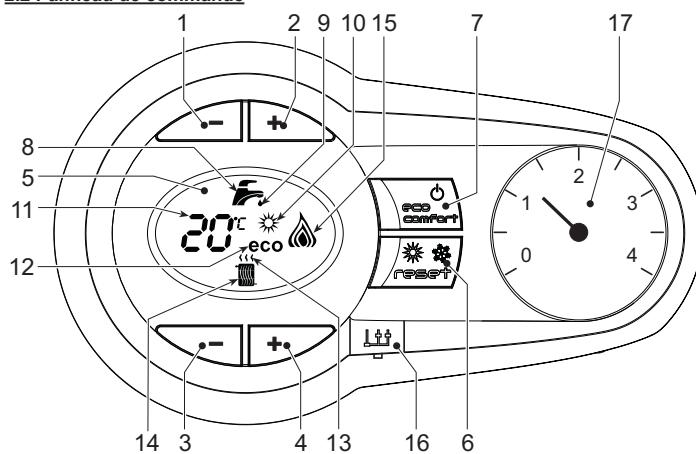

Figure 1 - Pupitre de commande
Légende du pupitre de commande de la figure 1
À l'écran (pos. 11 - fig.1), s'affichent la température actuelle de départ du chauffage et, pendant le temps d'attente, le message « **d2** ».
La demande d'eau chaude potable émise par le prélèvement d'eau chaude potable apparaît à l'écran sous forme de symbole de l'eau chaude clignotant sous le robinet. À l'écran (pos. 11 - fig.1), s'affichent la température actuelle de sortie de l'eau chaude potable et, pendant le temps d'attente, le message « **d1** ».
La demande de confort (rétablissement de la température interne de la chaudière) apparaît à l'écran sous forme de symbole de l'eau clignotant sous le robinet. À l'écran (pos. 11 - fig.1), s'affiche la température actuelle de l'eau se trouvant dans la chaudière.
En cas de dysfonctionnement (voir le chapitre 4.4), s'affichent à l'écran le code d'erreur correspondant (pos. 11 - fig. 1) et, pendant le temps d'attente de sécurité, les messages « **d3** » et « **d4** ».
Enfoncez la touche **on/off** (activation/désactivation) (pos. 7 - fig. 1) pendant 5 secondes.
Une fois la chaudière mise hors service, la platine électronique est à nouveau alimentée en courant. La production d'eau chaude et le chauffage sont désactivés. Le système antigel reste actif. Pour remettre en service la chaudière, enfoncez la touche **on/off** (activation/désactivation) (pos. 7 - fig. 1) pendant 5 secondes.
Enfoncez la touche **Sommer/Winter** (été/hiver) (pos. 6 - fig. 1) pendant 2 secondes. L'écran active le symbole correspondant à l'été (pos. 10 - fig. 1) : La chaudière délivre uniquement de l'eau chaude potable. Le système antigel reste actif. Pour désactiver le mode été, enfoncez à nouveau la touche **Sommer/Winter** (été/hiver) (pos. 6 - fig. 1) pendant 2 secondes.
Grâce aux touches de chauffage (pos. 3 et 4 - fig. 1), la température peut être paramétrée entre 20 °C et 80 °C.
Grâce aux touches de la production d'eau chaude (pos. 1 et 2 - fig. 1), la température peut être paramétrée entre 40 °C et 55 °C.
Le dispositif peut être désactivé par l'utilisateur (mode ÉCO), en enfouissant la touche **Eco/Comfort** (Éco/Confort) (pos. 7 - fig. 1). En mode ÉCO, le symbole ECO s'affiche à l'écran (pos. 12 - fig. 1). Pour activer le mode CONFORT, enfouissez à nouveau la touche **Eco/Comfort** (Éco/Confort) (pos. 7 - fig. 1).
Grâce au réglage de la température variable, la température paramétrée à l'aide des touches de chauffage (pos. 3 - fig. 1) est prise en charge comme la température maximale de départ de l'installation. Il est conseillé de paramétriser le système sur la valeur maximale de sorte qu'il puisse effectuer le réglage dans toute la plage de fonctionnement possible.
Si la touche **Reset** (Réinitialisation) (pos. 6 - fig. 1) est enfouie pendant 5 secondes, le menu « Gleittemperatur » (Température variable) s'ouvre et l'affichage clignotant « CU » apparaît.
Grâce aux touches de la production d'eau chaude (pos. 1 - fig. 1), la courbe souhaitée peut être paramétrée entre 1 et 10 .en fonction du symbole. Si la courbe est paramétrée sur 0, le réglage de la température variable est désactivé.
Les touches de chauffage (pos. 3 - fig. 1) permettent d'activer le déplacement parallèle des courbes et de faire apparaître l'affichage clignotant « OF ». Grâce aux touches de la production d'eau chaude (pos. 1 - fig. 1), le déplacement parallèle des courbes peut être paramétré en fonction du symbole (fig. 11).
Si la touche **Reset** (Réinitialisation) (pos. 6 - fig. 1) est à nouveau enfoncee pendant 5 secondes, le menu « Gleittemperatur » (Température variable) se ferme.
Sélection Eco/Comfort (Éco/Confort)	Si la production d'eau chaude est désactivée via le menu du régulateur d'ambiance OT, la chaudière passe en mode économique. Dans ces conditions, la touche Eco/Comfort (Éco/Confort) (pos. 7 - fig. 1) du panneau de commande de la chaudière est désactivée. Si la production d'eau chaude est activée via le menu du régulateur d'ambiance OT, la chaudière passe en mode confort. Dans ces conditions, un des deux modes de fonctionnements peut être sélectionné à l'aide de la touche Eco/Comfort (Éco/Confort) (pos. 7 - fig. 1) du panneau de commande de la chaudière.